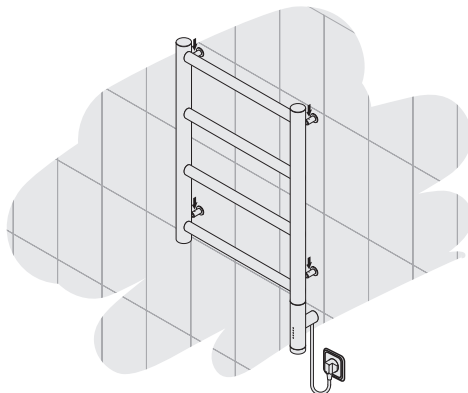

Рис.6
4.1.7. Произвести установку полотенцесушителя, используя стопорные винты (рис. 6).
4.1.8. Подключить полотенцесушитель к электросети используя сетевой шнур (рис. 6).